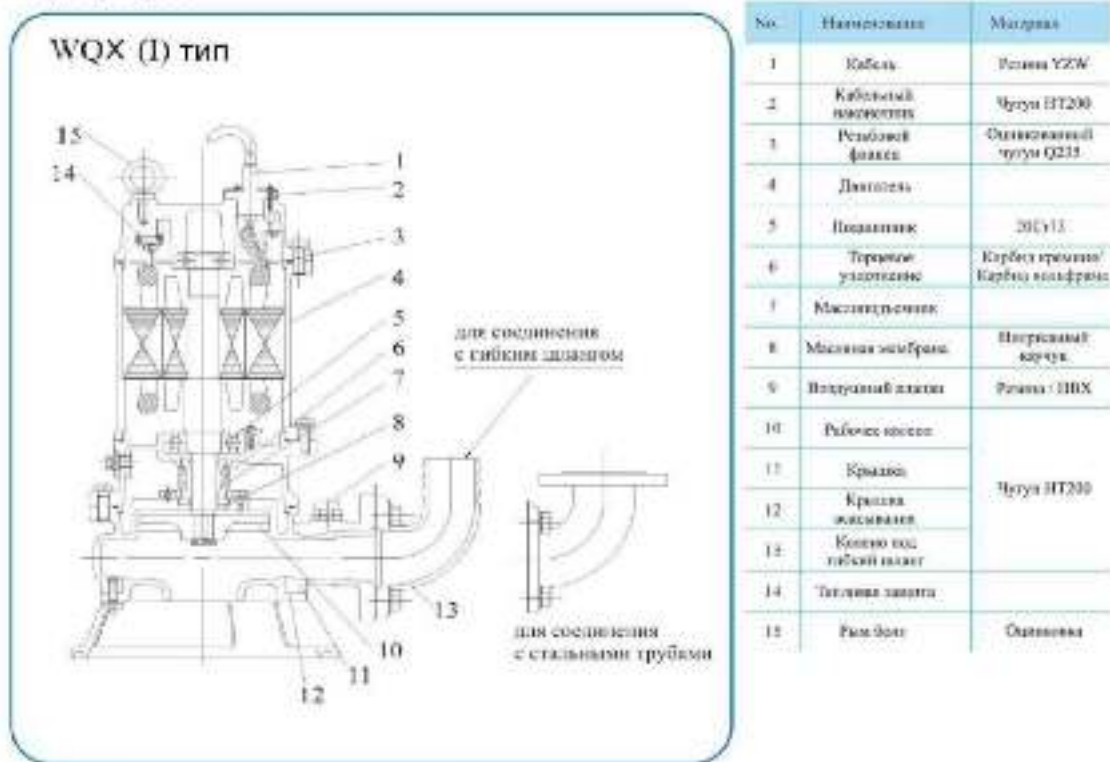
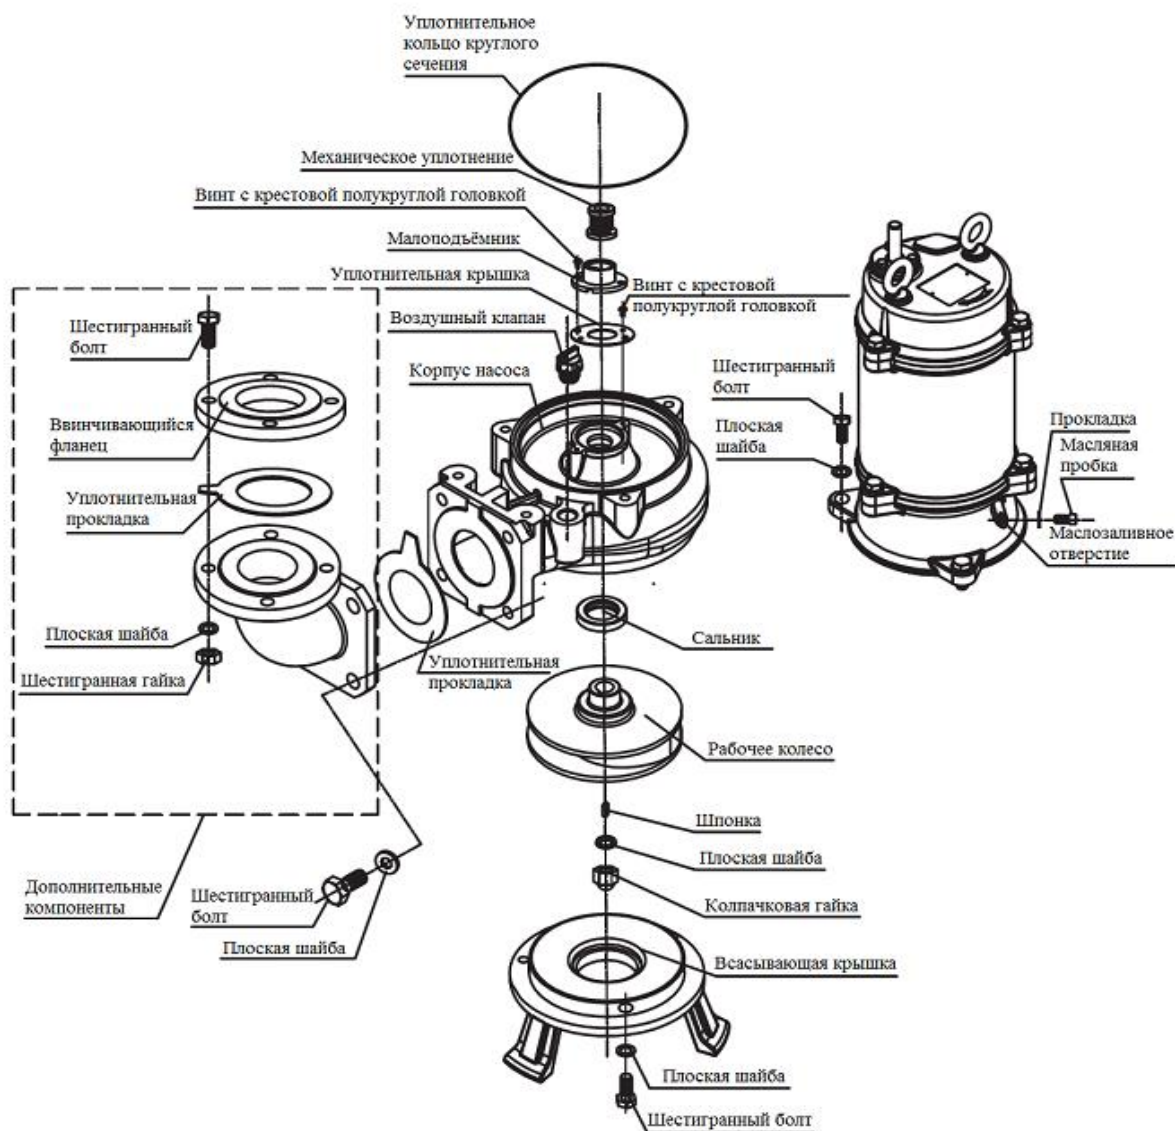

Рис. 21 Конструкция насоса 2-х полюсного насоса WQX(I)
Рис. 22 Типовая взрывная схема насосов WQ(I), WQ-JY(I), WQ-W(I), WQX(I) (к насосам WQ-JY(I) добавляется вал и перемешивающее колесо вместо колпачковой гайки)
5.2 Разборка насоса (Рис. 17, Рис. 18, Рис. 19, Рис.20, Рис.21, Рис.22)